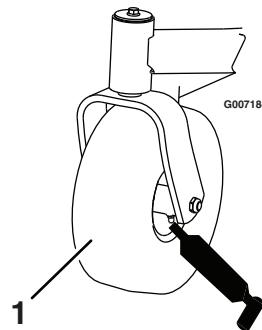
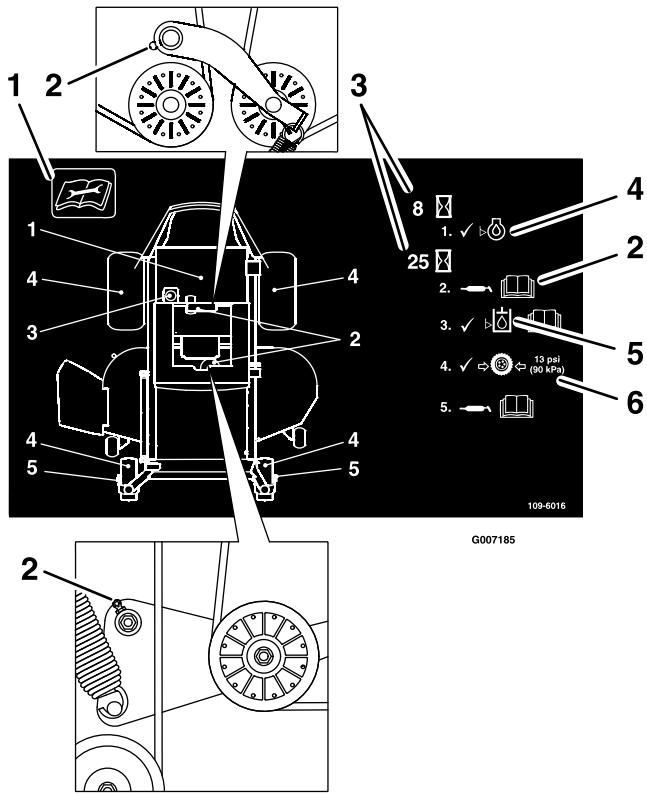

Figura 22
Figura 23
Engrase las ruedas giratorias delanteras y sus pivotes (Figura 22).
3. Limpie con un trapo los puntos de engrase (Figura 22 y Figura 23). Asegúrese de rascar cualquier pintura que hubiera sobre los puntos de engrase.
4. Conecte una pistola de engrasar a cada punto de engrase (Figura 22 y Figura 23). Bombee grasa hasta que empiece a rezumar grasa de los cojinetes.